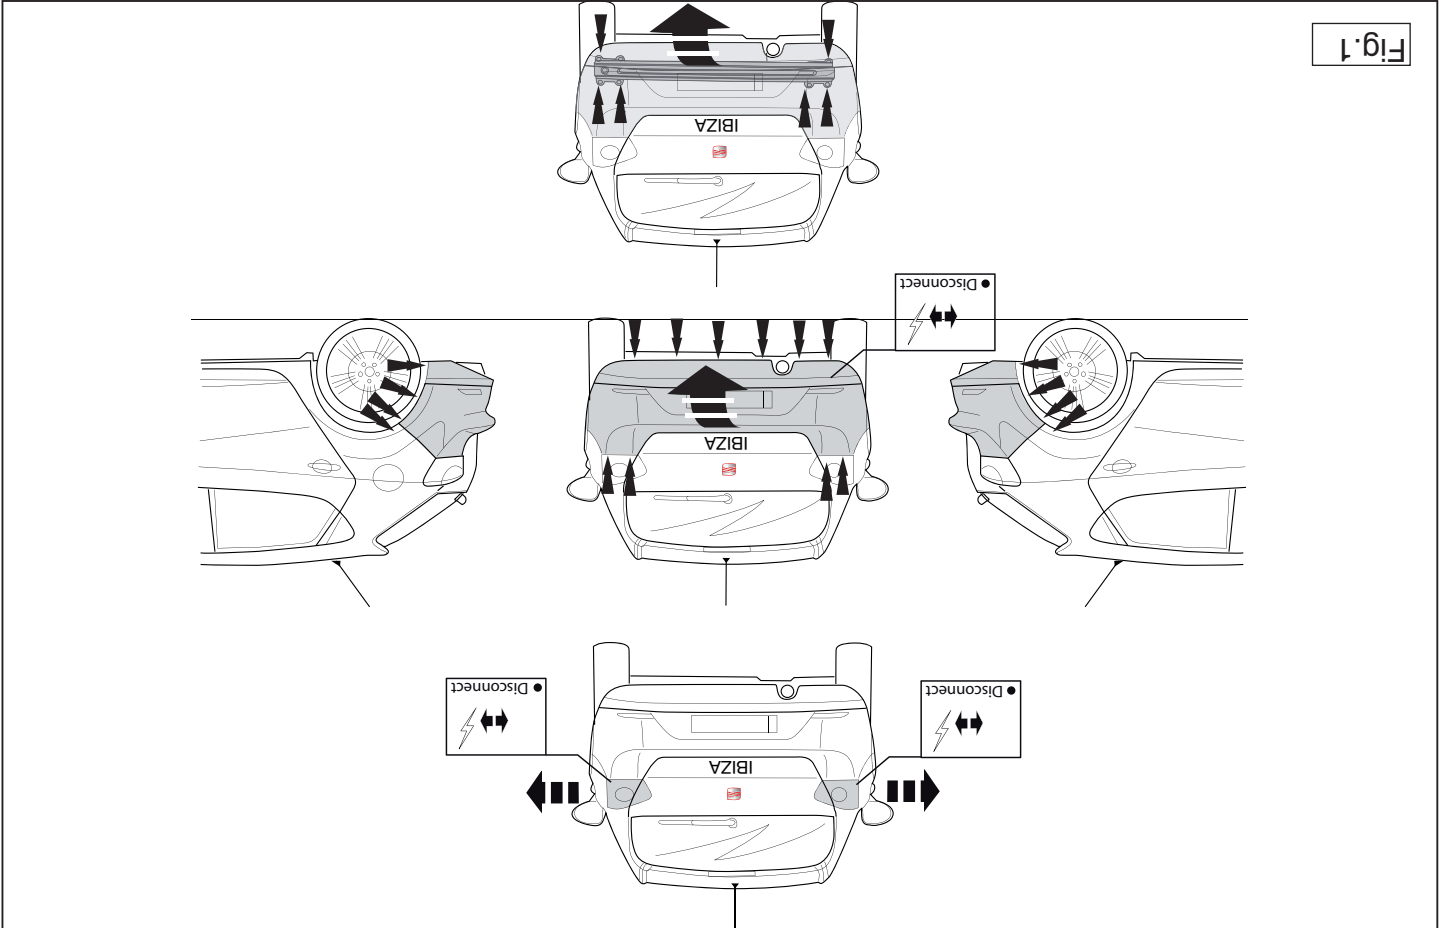

Fig. 1
1. Demonteer de bumper inclusief de stalen stootbalk van het voertuig, de stootbalk wordt niet meer gebruikt. Herplaats de moeren (zie fig. 1).
2. Remove the bumper and the steel buffer beam from the vehicle. The buffer beam will no longer be needed. Replace the nuts (see fig. 1).
2. Die Stoßstange einschließlich des stählernen Stoßbalkens vom Fahrzeug abmontieren. Der Stoßbalken wird nicht mehr benötigt. Die muttern montieren (siehe Fig. 1).
- Déposer le pare-chocs du véhicule y compris la traverse en acier la traverse ne sera plus utilisée. Remettre les boulons de fixations en place (voir la fig. 1).
- Demontera stötfångaren inklusive stötranden av stål från fordonet, stötranden förfaller. Sätt tillbaka skruvar (se fig. 1).
2. Demonter kofangeren, inklusive køretøjets stålstødbjælke. Denne bliver overflødig. Sæt bolte på plads igen (jævnfør fig. 1).
2. Desmontar el parachoques inclusive el tope de acero del vehículo, el tope no se vuelve a utilizar. Volver a colocar tornillos (véase la fig. 1).
2. Zdemontować z pojazdu zderzak wraz ze stalową belką zderzakową, belka zderzakowa nie będzie ponownie używana. Zderzak ponownie śruby rys. 1.